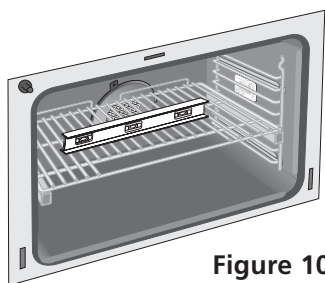

Figure 10
3. Vérifiez si l'appareil est à niveau en installant une grille au centre du four et en plaçant un niveau à bulle sur cette dernière (Figure 10).